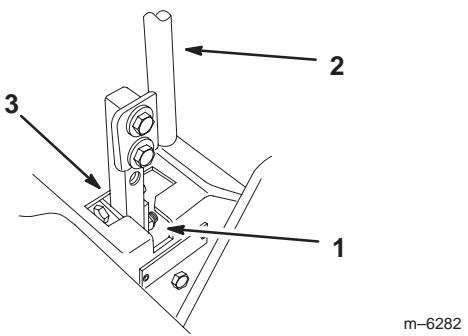

Bild 54
5. Schieben Sie den Hebel in die neutrale, jedoch **nicht gesperrte** Stellung (Bild 54).
7. Prüfen Sie, dass der Fahrantreibhebel relativ zur Kerbe im Armaturenbrett ist (Bild 54). Er sollte zentriert sein, so dass der Hebel nach außen in die gesperrte Neutralstellung gedreht werden kann.
9. Drücken Sie den Fahrantreibhebel leicht nach hinten, drehen Sie den Kopf der Einstellschraube in die entsprechende Richtung, bis der Schalthebel in der gesperrten Neutralstellung zentriert ist (Bild 54).